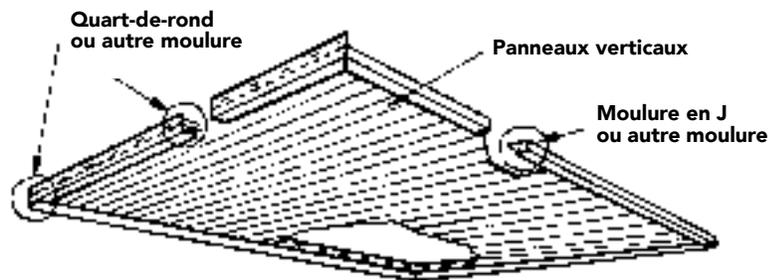

Figure 71
- **Poser d'abord les moulures aux quatre côtés de la galerie (Figure 71).** Ces moulures peuvent être en J ou en F. Il faut fixer le panneau de plafond sur le périmètre de galerie à l'aide d'un composant de support, comme une latte de bois. La pose des panneaux doit être conforme aux instructions de Abtco.